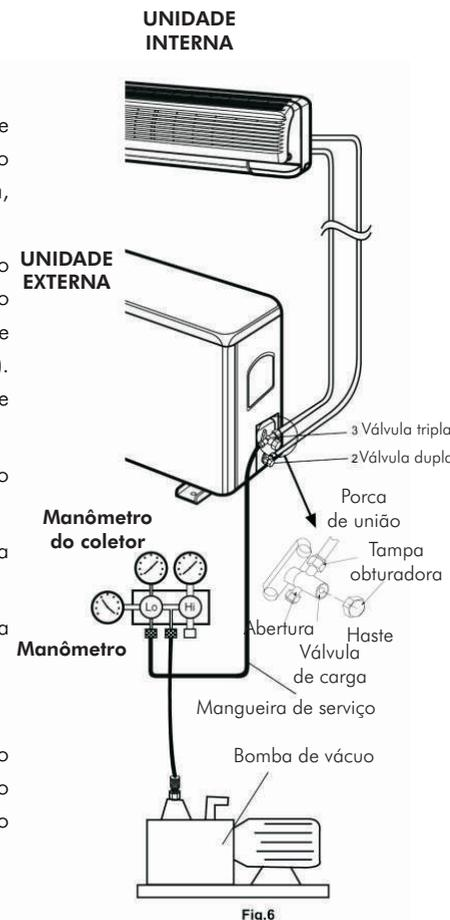

Fig.6
1. Verifique se a conexão das tubulações foi corretamente executada; retire o tampão da válvula de carga e conecte o manômetro do coletor e a bomba de vácuo à válvula de carga, usando as mangueiras de serviço conforme ilustrado na Fig. 6.